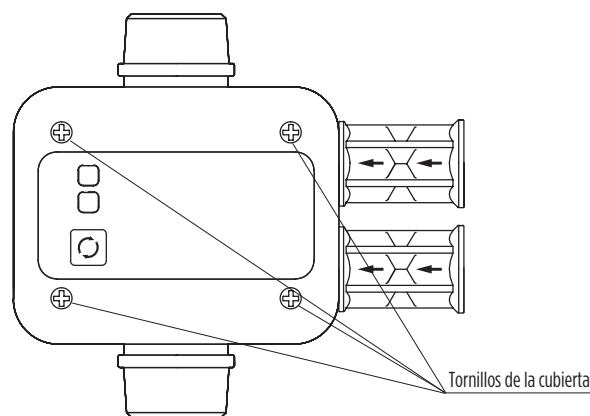

Figura 6
4. Retire la cubierta del dispositivo retirando los tornillos como se muestra en la Figura 6. Las características de la cubierta y la etiqueta pueden variar en función de su modelo.